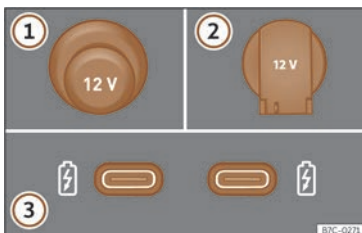

Fig. 147 Tomas de corriente de 12 voltios del vehículo.
>>> fig. 147
En función del equipamiento y del país, el vehículo puede disponer también de conectores USB con función **exclusivamente de carga o toma de corriente** >>> fig. 147 ③.